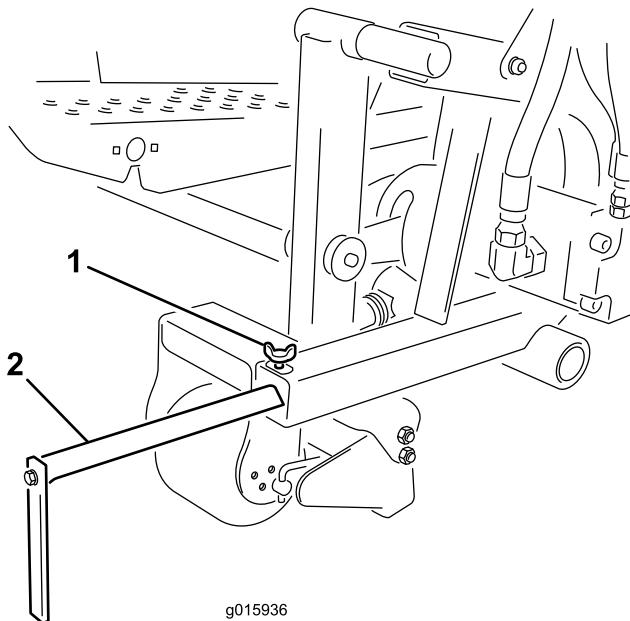

図 11
調整ねじをゆるめて、整列ガイドを希望する位置までずらす図 11。
1. 調整ねじをゆるめ、整列ガイドを前後に移動させて希望する位置に調整する図 11。